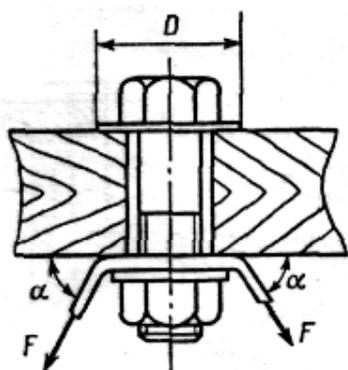

Рисунок 25. (к задаче 94)
**Задача 94.** Скоба для крепления расчалок соединена с деревянной балкой болтами (рис. 25). Подобрать из расчета на прочность болты с метрической резьбой, а также определить наружный диаметр шайбы из условия прочности древесины на смятие.